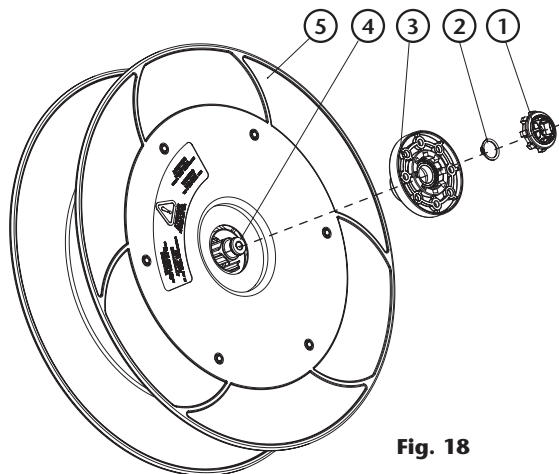

Fig. 18
11. Con el conjunto tambor fuera de las carenas, la pieza pretensora (1) (fig. 18) queda suelta, extráigala sin desmontar su chapa metálica interior. Guarde los componentes para volver a instalarlos más adelante.
12. Retire el circlip (2) (fig. 18) que mantiene sujeta la fijación resorte (3) (fig. 18) al eje del disco (4) (fig. 18), y extráigala, sin desmontar el rodamiento alojado en ella. Guarde los componentes para volver a instalarlos más adelante.
15. Monte la fijación resorte (con el rodamiento en su interior) (3) (fig. 18) sobre el eje del disco y sujételo en su sitio colocando el circlip (2) (fig. 18).
16. Coloque el pretensor (1) (fig. 18) (con su chapa interior montada) sobre la fijación resorte (3) (fig. 18). Esta pieza pretensora estará suelta, sujétela con la mano mientras lleva el conjunto disco sobre la carcasa (la que no tiene la venta de servicio). Asegúrese de que el pretensor encaja en el agujero central de la misma.